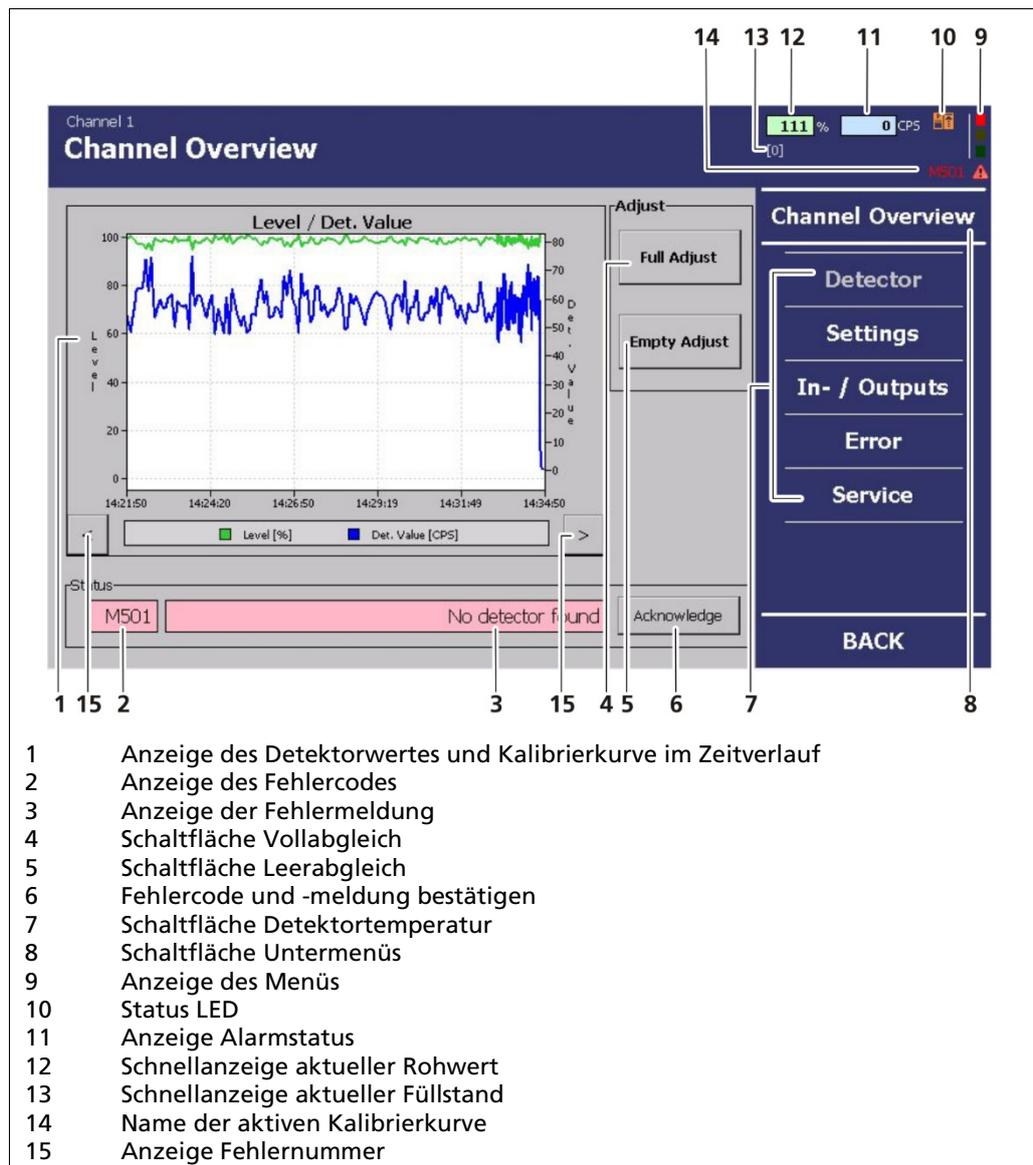

Abb. 49 Menü „Kanalübersicht“
Das Anzeigefeld „Systemstatus“ zeigt Ihnen den Zustand der AWE an. Alle castXpert LB 452 Fehler haben das Präfix „M“, alle Detektort-Fehler das Präfix „D“. Hier werden Fehlercode (Abb. 49, Pos 2) und Fehlertext (Abb. 49. Pos. 3) dargestellt. Zur Fehlerbehebung siehe Kap. 8:
- Anzeigefeld grün hinterlegt = kein Fehler (Abb. 49, Pos. 3)
In der Grafik werden die gemessene Zählrate (Detektorwert - IPS) und der Füllstand dargestellt. Durch Drücken auf die Schaltfläche **<Det.-Temp.>** (Abb. 49, Pos. 7) wird nicht der Rohwert sondern die Detektortemperatur angezeigt
Klicken Sie im Menü „Kanalübersicht“ auf <Einstellungen> (Abb. 49, Pos. 7), um in das Untermenü „Einstellungen“ zu gelangen.